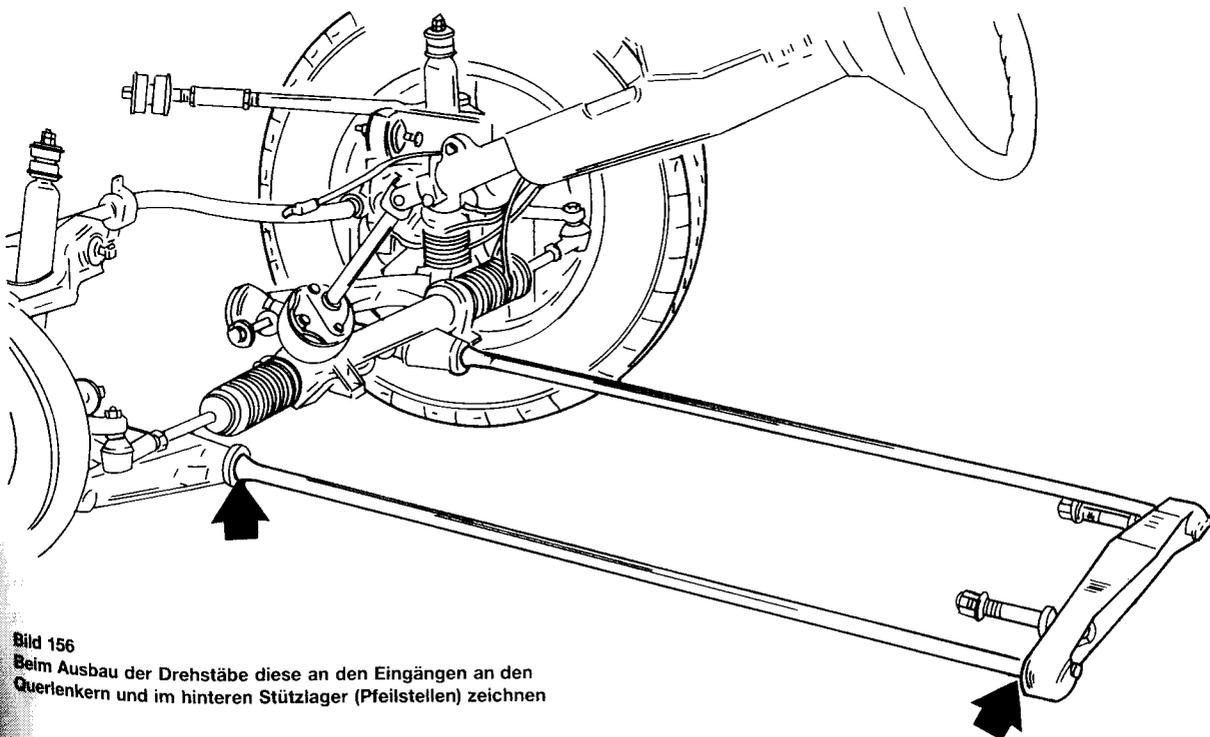
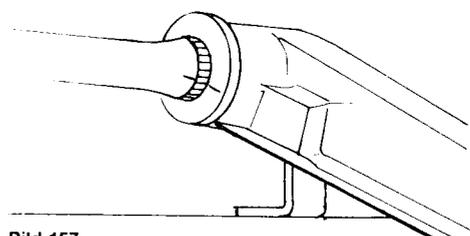

Bild 156
Bild 157
Die Einstellung der Wagenhöhe an der Vorderseite geschieht durch Verdrehen der Drehstäbe in die entsprechende Richtung. Bild 156 zeigt wie die Drehstäbe in den unteren Querlenkern und dem hinteren Lagerquerträger verankert sind. Eine Verstellung um eine Kerbverzahnung verändert die Wagenhöhe um 1,5 mm und entspricht der kleinsten Veränderung.
- Drehstab ausbauen, wie es in Kapitel 11.6 beschrieben wurde, aber den Drehstab an der Innenseite und an der Aussenseite genau zeichnen, so wie er eingebaut ist. Bild 156 zeigt mit den beiden Pfeilen wo die Kennzeichnung durchzuführen ist; Bild 157 zeigt wie man die Kennzeichnung am Querlenkereingang durchführen kann.